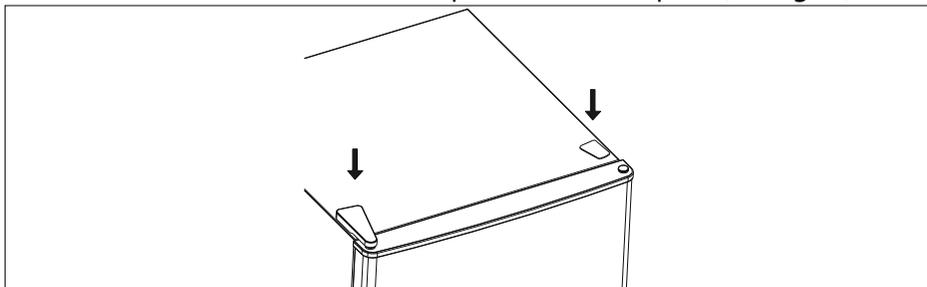

Fig. 10
- Remettez le cache-charnière et les capuchons de vis en place (voir **fig. 10**).